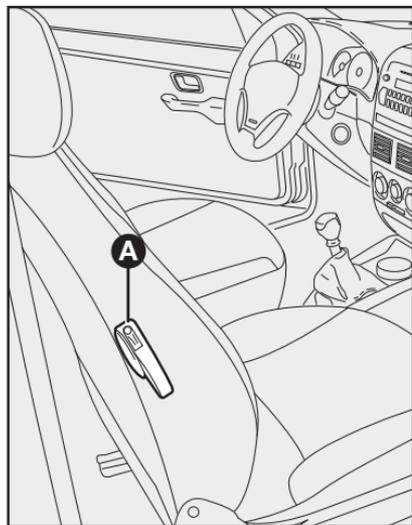

fig. 11
## ACESSO AOS BANCOS TRASEIROS (versão Strada Cabine Dupla) - fig. 11
- puxe para cima a alavanca **A-fig. 11**, mantendo-a acionada e rebata o encosto para frente.